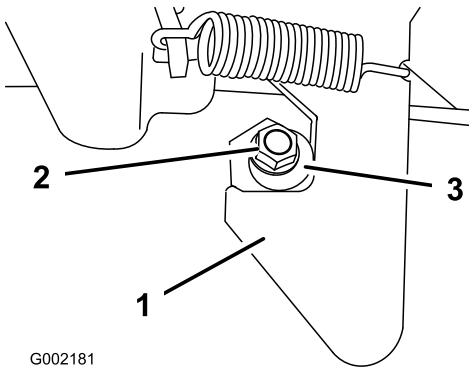

Figure 55
1. Desserrez le contre-écrou au bout de l'ergot de verrouillage (Figure 55).
2. Tournez l'ergot de verrouillage dans le sens horaire jusqu'à ce qu'il soit bien serré contre la partie en crochet du loquet (Figure 55).